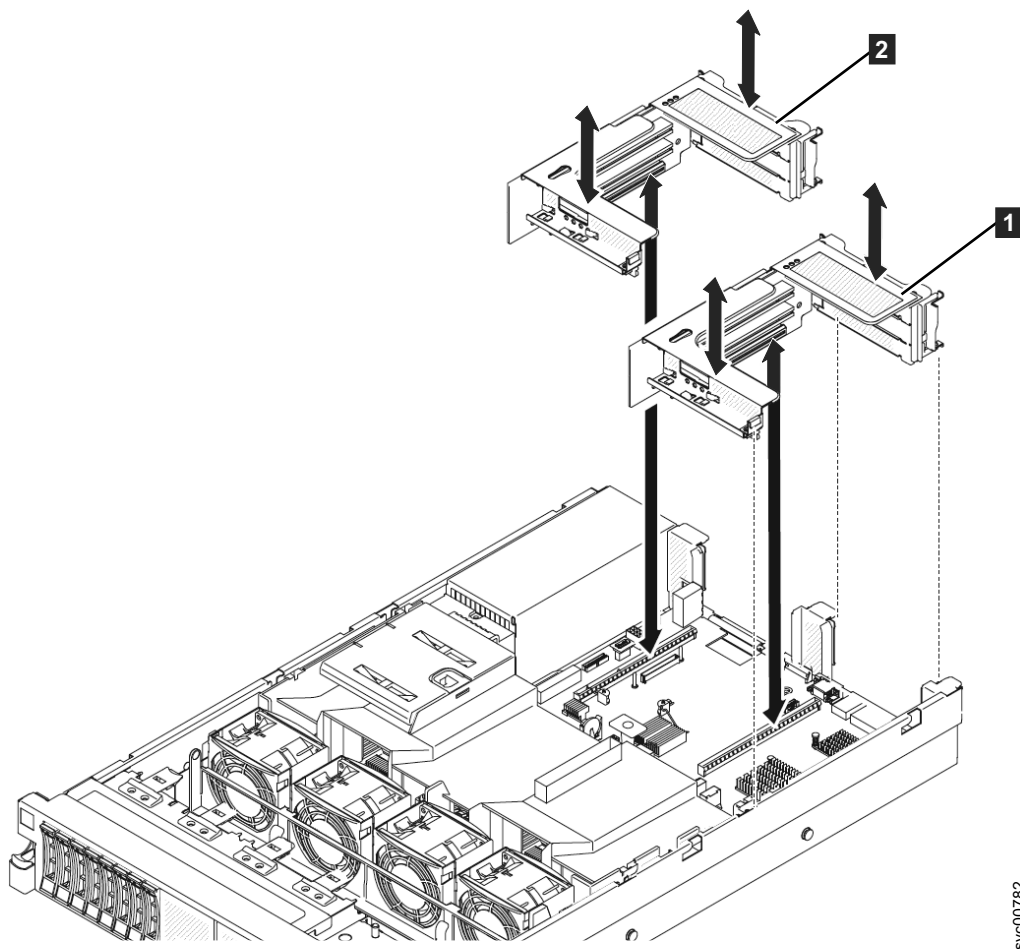

図 244. 2145-DH8 PCI Express ライザー・カード・アセンブリの交換
- PCI ライザー・スロット 1 **1** (電源機構から遠い方のスロット): スロット 1 には PCI ライザー・カード・アセンブリーが取り付けられているはずですが。318 ページの図 244 を参照してください。